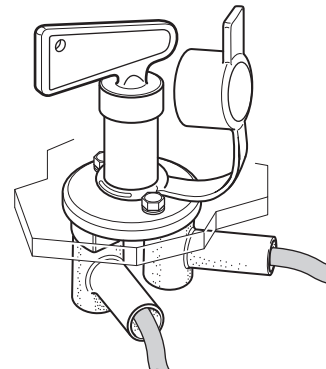

Fig. 51
- ▶ Faites glisser les capuchons de protection en caoutchouc sur les vis de connexion (Fig. 51.)